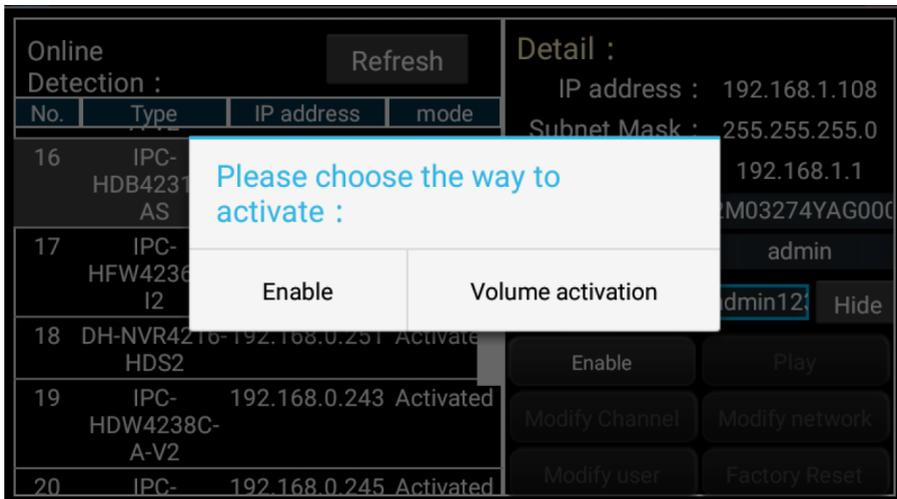

Рис. 161 Активация камер Dahua
2. Активируйте камеру и задайте имя пользователя и пароль (рис. 161, 162)